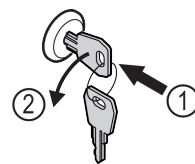

Fig. 205
- ▶ Schlüssel hineindrücken. Fig. 205 (1)
- ▶ Schlüssel um 90° gegen den Uhrzeigersinn drehen. Fig. 205 (2)